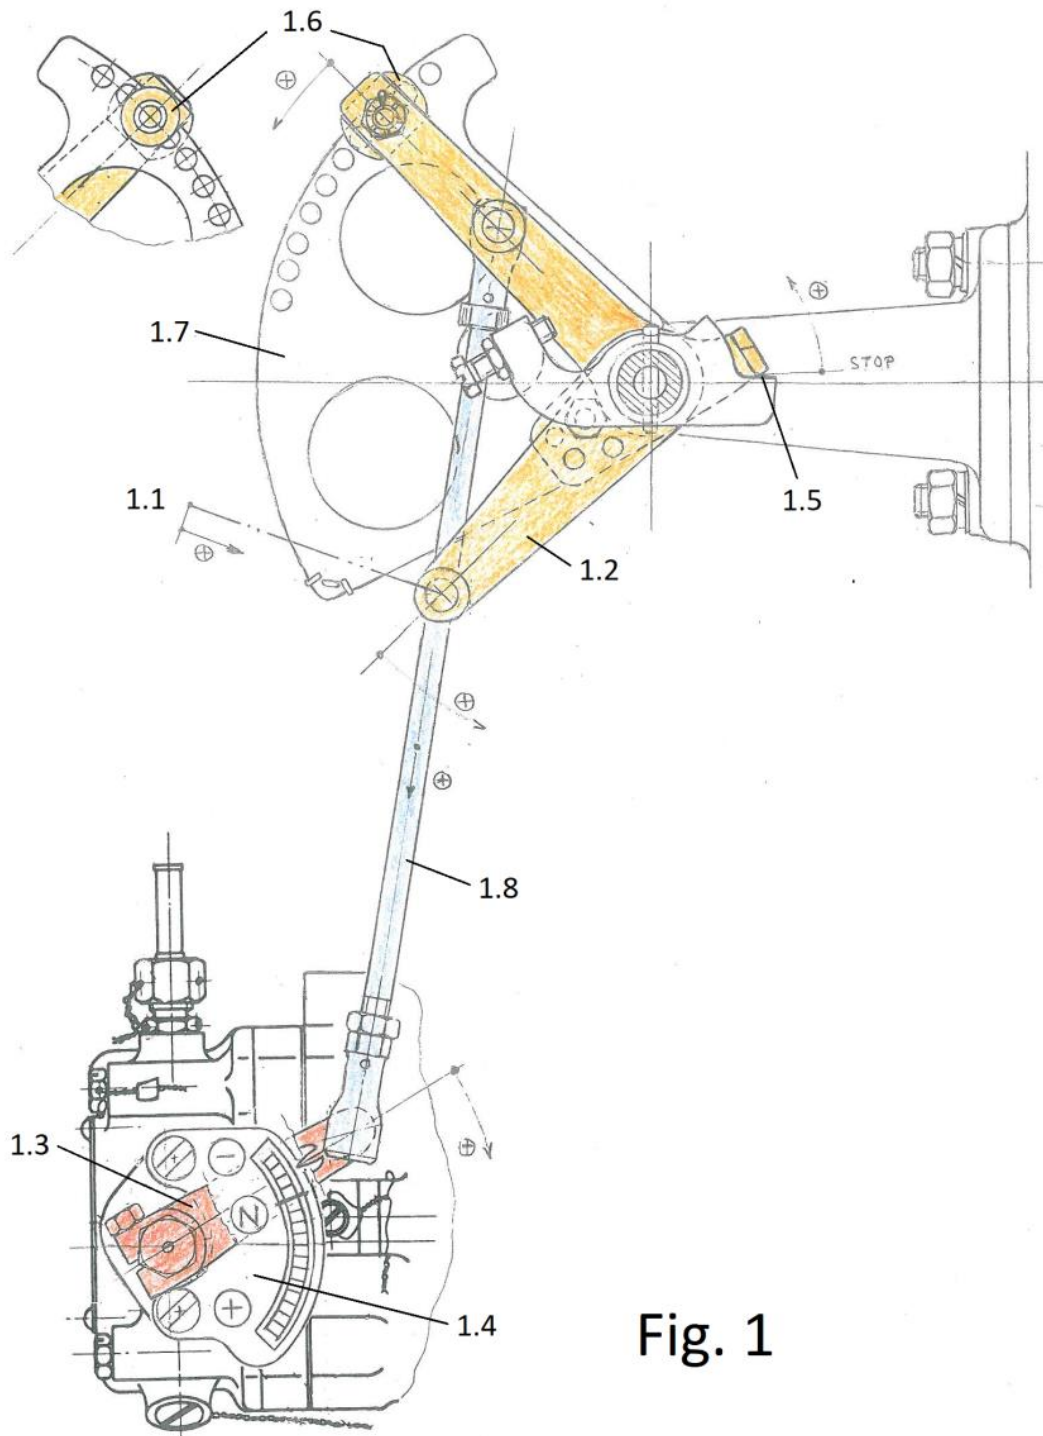

Fig. 1
- Connecter et régler, si nécessaire, la liaison de la cellule (1.1) – cf. Fig. 1, pour contrôler l'ensemble du levier de correction du mélange de carburant (1.2) sur la console du levier de commande du moteur de sorte que lorsque le sélecteur de mélange est positionné avec l'altitude de vol au mélange pauvre maximum (c'est-à-dire que pour l'avion Z142 le sélecteur « MIX » est au maximum à droite, c'est-à-dire dans le sens des aiguilles d'une montre, à fond (-) moins) :